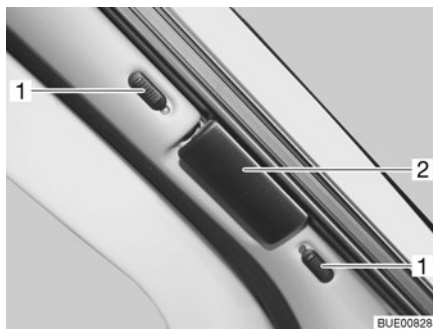
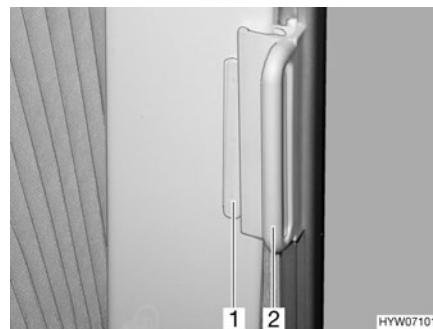

Fig. 54 Dispositif occultant plissé pour le pare-brise
Fig. 55 Dispositifs occultants plissés pour les fenêtres côté conducteur et passager
- Pousser les boutons de verrouillage du dispositif occultant plissé pour le pare-brise (Fig. 54,1) vers le bas ou vers le haut. Si le point rouge est visible, le dispositif de verrouillage est ouvert.
- Saisir les dispositifs occultants plissés par la poignée (Fig. 54,2 et Fig. 55,2) et tirer avec précaution jusqu'à ce que le blocage magnétique les maintienne fermés.
- Pousser, sur les dispositifs occultants plissés pour les fenêtres côté conducteur et côté passager, la poignée (Fig. 55,2) sur la pièce de fixation (Fig. 55,1). Le dispositif occultant plissé est bloqué.